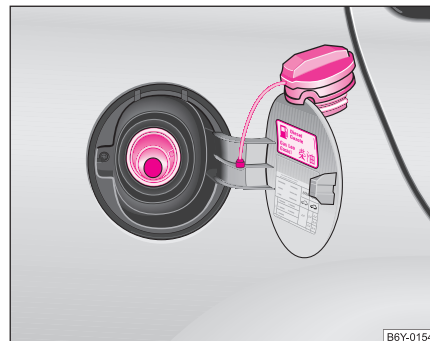

Abb. 133 Tankklappe
Es gibt verschiedene Benzinsorten. Bitte lesen Sie das Heft „Technische Daten“, um zu wissen, welche Benzinsorte Ihr Fahrzeug benötigt. Die gleiche Information finden Sie auch an Ihrem Fahrzeug auf der Innenseite der Tankklappe ⇒ Seite 184, Abb. 133.
- Schrauben Sie den Tankverschluss linksherum heraus und setzen Sie ihn von oben auf die Tankklappe \Rightarrow Abb. 133.